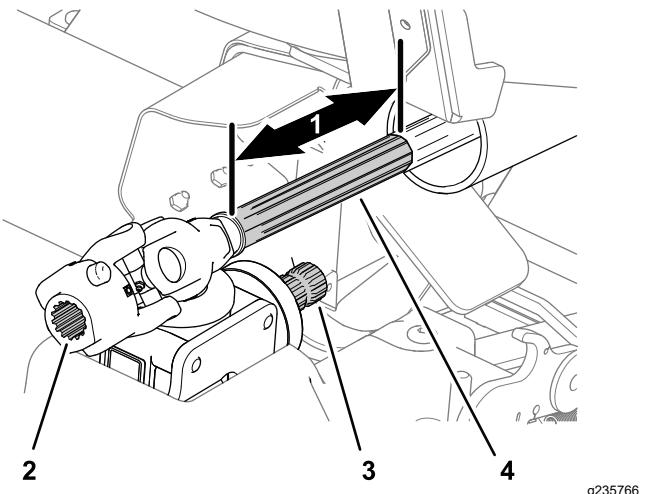

図 54
- 駆動シャフトの前半分図 54を前方に 25 cm ほど引き出す。
3. ギアボックスのシャフトのスプラインと駆動シャフトのスプラインをきれいにする図 54。
4. 前駆動シャフトの滑り面をきれいにする図 54。
5. ギアボックスのシャフトのスプラインとU ジョイントカッブリングのスプライン図 54に固結防止コンパウンドを塗る。
6. 前駆動シャフトの滑り面に固結防止コンパウンドを塗る図 54。